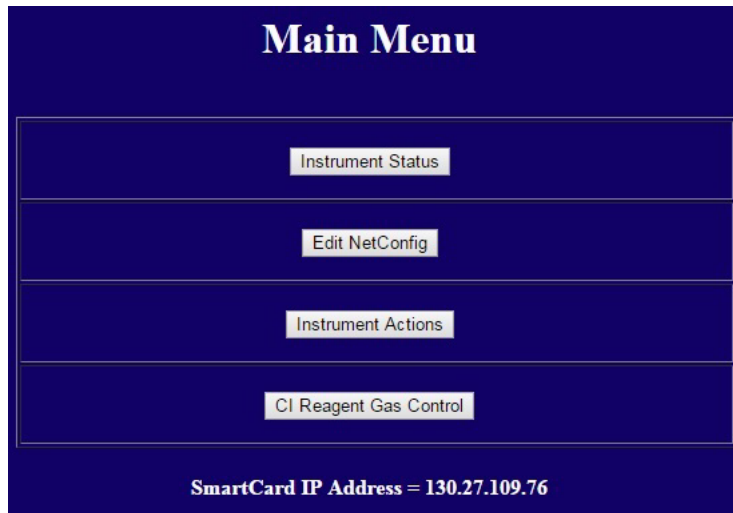

Figura 19 Menú principal de la WUI
- 2 Escriba la dirección IP del instrumento como URL en la barra de direcciones del explorador web del PC para visualizar la página del menú principal de la WUI (consulte la Figura 19).